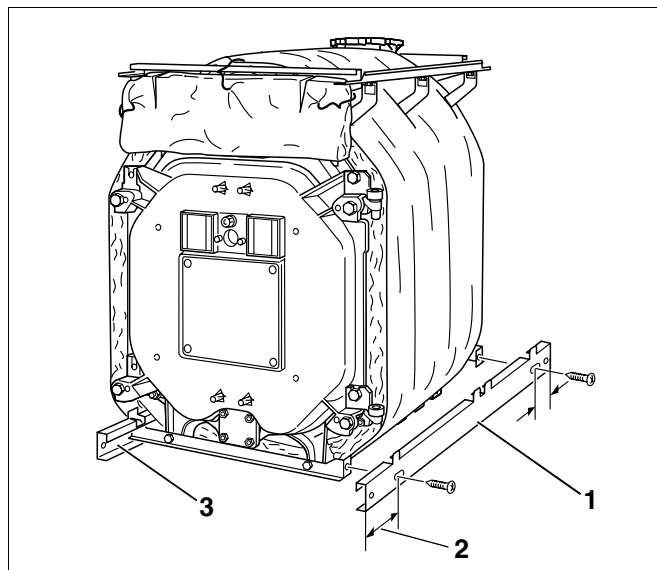

Рис. 47 Установка боковых цокольных планок
- Приставить цокольные планки (рис. 47, **поз. 1** и **3**) к нижней поперечной траверсе так, чтобы их длинная выступающая часть была направлена вперед (рис. 47, **поз. 2**).